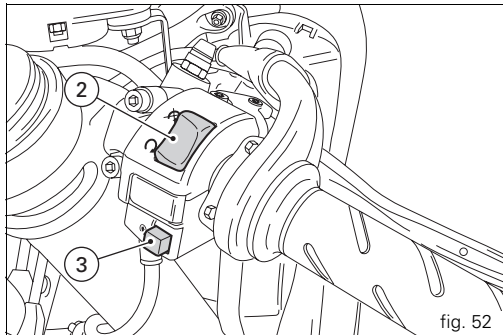

fig. 52
2) S'assurer que le commutateur d'arrêt (2, fig. 52) se trouve sur la position  (RUN), puis appuyer sur le bouton de démarrage (3, fig. 52).